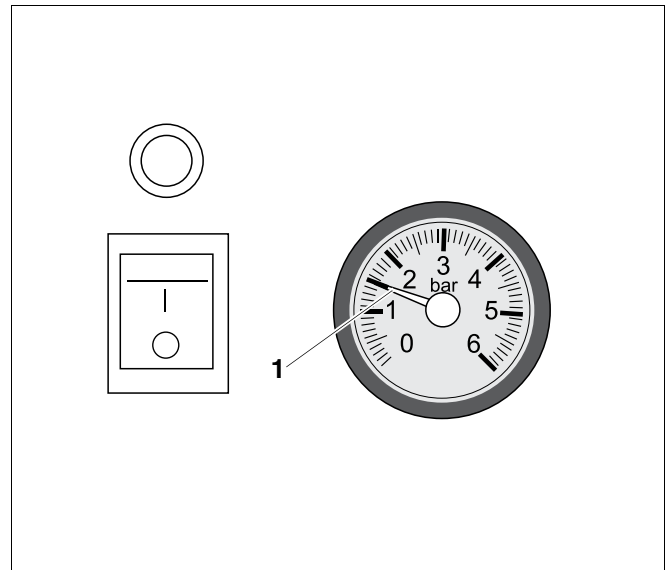

Fig. 5 Manómetro para instalaciones de calefacción cerradas
La aguja (fig. 5, **pos. 1**) del manómetro debe estar ajustada a la presión necesaria para la instalación de calefacción.